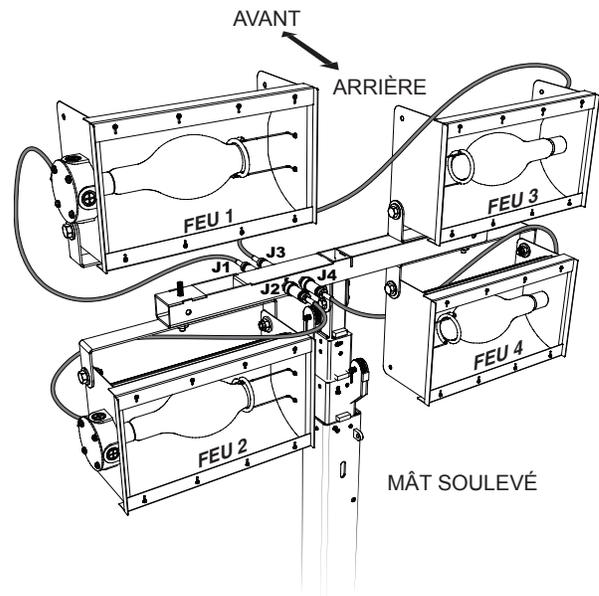

Figure 15. Connexions du câble d'alimentation du luminaire
4. Aligner l'onglet clé (B) sur le connecteur mâle avec la fente ou la clé (A) sur le connecteur femelle et les enfoncer simultanément jusqu'à les encaster. Brancher les câbles d'alimentation de la tour d'éclairage à la barre en T comme illustré dans Tableau 7 et Figure 15.
5. Fixer tous les connecteurs de câble en vissant l'écrou de blocage moleté du connecteur mâle à la partie filetée du connecteur femelle pour assurer un bon contact entre les deux connecteurs. Voir Figure 15.